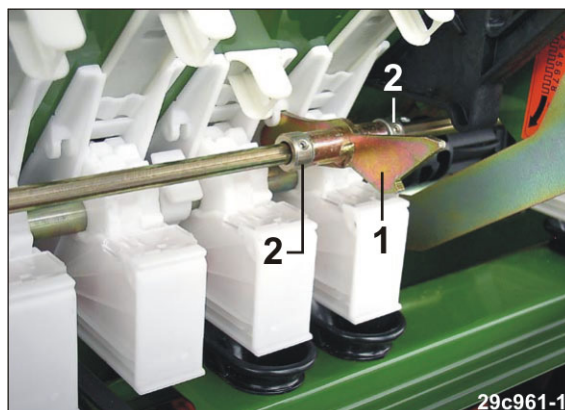

Рис. 243
- При цьому тримач (Рис. 243/1), який утримує проміжний вал в осьовому напрямку, вставте в паз висівальної коробки.
5. Закріпіть тримач від осьових переміщень двома установлювальними кільцями (Рис. 243/2).